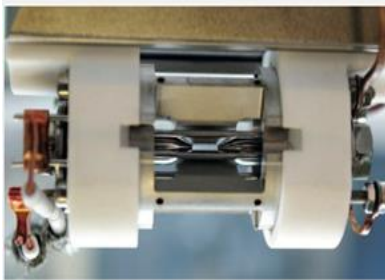

図1 イオントラップ装置
- イオントラップ装置(図1, 図2)で、個々のイオンを同時にアドレス指定するために、音響光学偏向器(AOD)を通してレーザー光を照射する。このAODを駆動するための高周波信号の周波数は、レーザービームの偏向角を定義し、それによってイオン列(図3)のどのイオンを処理するかが決まる。この高周波信号を生成するために、SPECTRUM製品であるAWG M4i. 6631-x8を使用している。このAWGにより、それぞれが任意の振幅を持つ場合でも複数の周波数信号を生成できるので、イオン列内の複数のイオンを同時に処理できる。